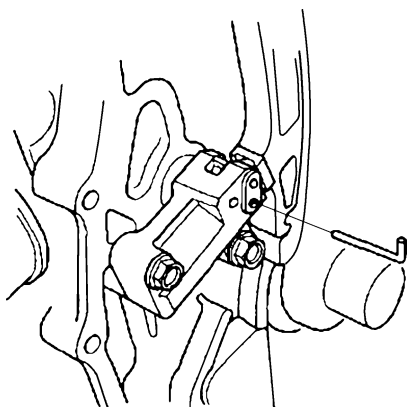

图 23-140 从自动张紧器中拔出锁止销
- 10) 按照图 23-140 所示, 从自动张紧器中拔出锁止销。